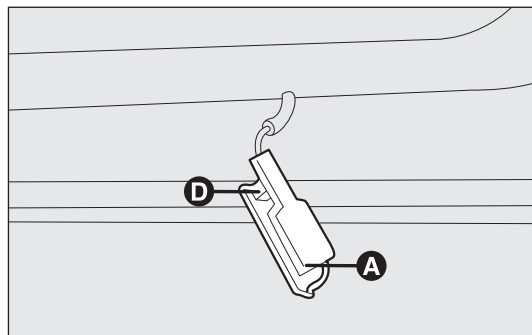

рис. 161
- снимите плафон, нажав отверткой на пружинный зажим А – рис. 161;
- установите плафон; для этого сначала вставьте его со стороны D – рис. 161 и затем нажмите с другой стороны, чтобы был слышен щелчок блокировки пружинного зажима.